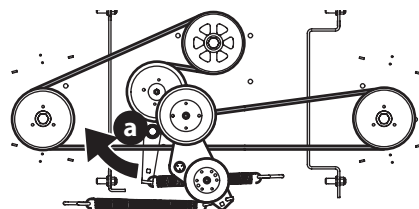

Fig. 62
5. Con una llave de 1/2" inserte el extremo en el orificio cuadrado de 1/2" en el montaje de polea loca de la plataforma (a) y rote el montaje de polea loca de la plataforma (a) hacia la derecha (Fig. 62). Mientras sostiene el montaje de polea loca (a) de la plataforma, afloje la correa de la plataforma de la polea y deslice la correa lejos de la polea.
6. Coloque la correa nueva (Fig. 62). Luego vuelva a instalar la plataforma y la correa de la PTO.